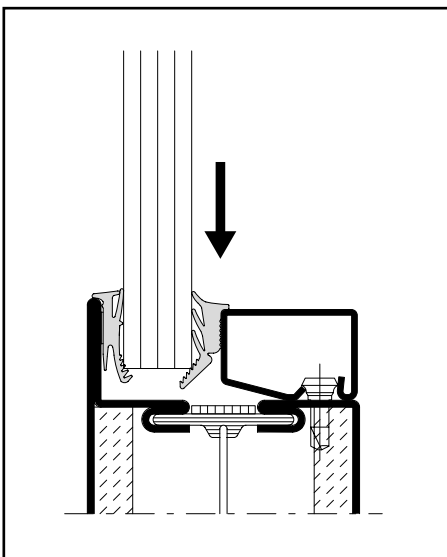

Abb. 19 / Fig. 19 / Fig. 19
- Keildichtung glasleistenseitig eindrücken. Im Eckbereich beginnen und anschliessend in Richtung Mitte eindrücken (Abb. 19).
- Enfoncer les joints coté parclose en commençant dans les angles et en les enfonçant vers le milieu (fig. 19).
- Press in the wedge weatherstrip on the glazing bead side. Commence in the corner and then press in towards the centre (Fig. 19).